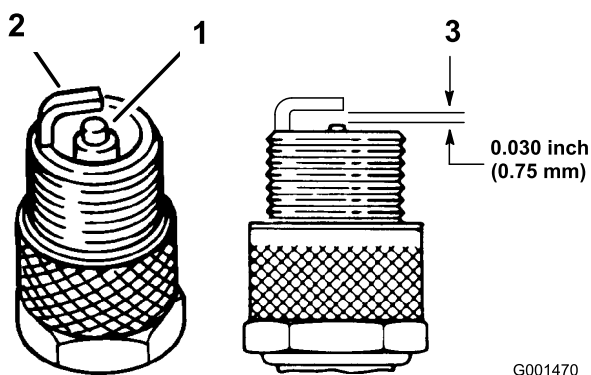

Bild 36
1. Sehen Sie sich die Mitte der Zündkerze an (Bild 36). Wenn der Kerzenstein hellbraun oder grau ist, ist der Motor richtig eingestellt. Eine schwarze Schicht am Kerzenstein weist normalerweise auf einen schmutzigen Luftfilter hin.
3. Prüfen Sie den Abstand zwischen den mittleren und seitlichen Elektroden (Bild 36). Verbiegen Sie die seitliche Elektrode (Bild 36), wenn der Abstand nicht stimmt.
3. Schließen Sie den Zündkerzenstecker wieder an die Zündkerze an (Bild 36).